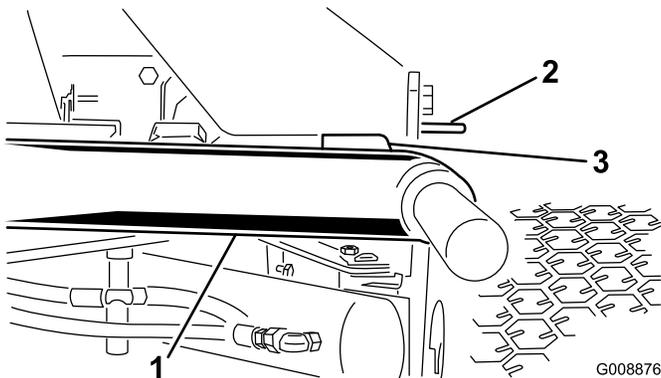

Figura 8
1. Avviate il motore, sollevate gli apparati di taglio e verificate che il gioco tra ogni braccio di sollevamento e la staffa della piastra di appoggio sia di 5-8 mm (Figura 8).